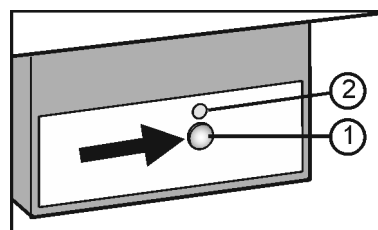

Fig. 9
- Appuyer sur la touche On/Off Fig. 9 (1) afin que la DEL Fig. 9 (2) s'allume.